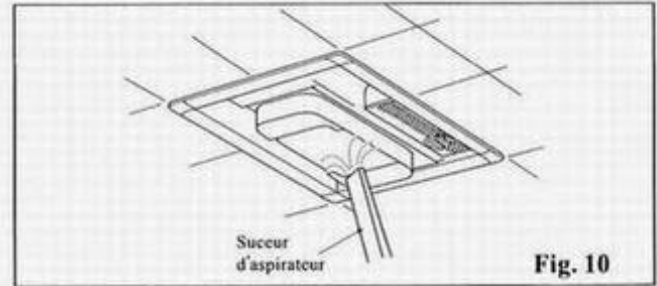

Fig. 10
3. Avec un aspirateur, dégagez toute accumulation de graisse et de saleté sur le ventilateur. (Retirez, si nécessaire les lampes fluorescentes et la lampe à incandescence. FV-11VHL1 seulement). (Fig.10)